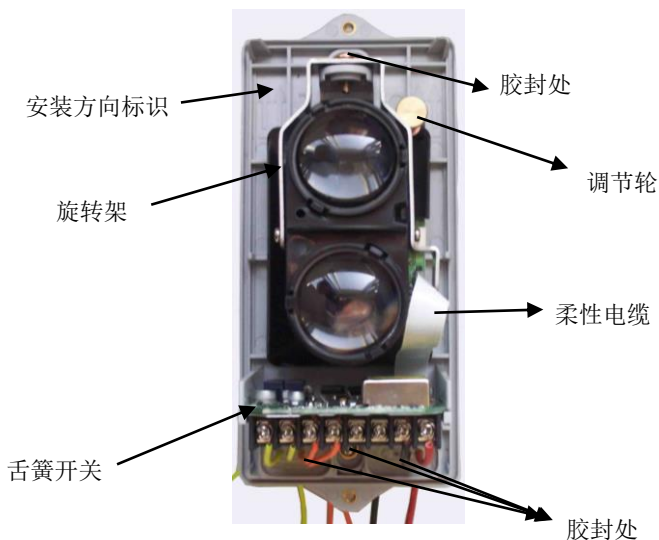

图 2 内部器件及胶封示意图
2. 探测器内部器件及胶封示意图如图 2 所示。
注意：若探测器安装于特殊环境，如：有轻微烟尘、潮湿的环境，为保证探测器稳定工作，在探测器固定好且接线完成后，用玻璃胶或 703 硅胶将图 2 所指胶封处（两处安装孔、两处进线孔）胶封。